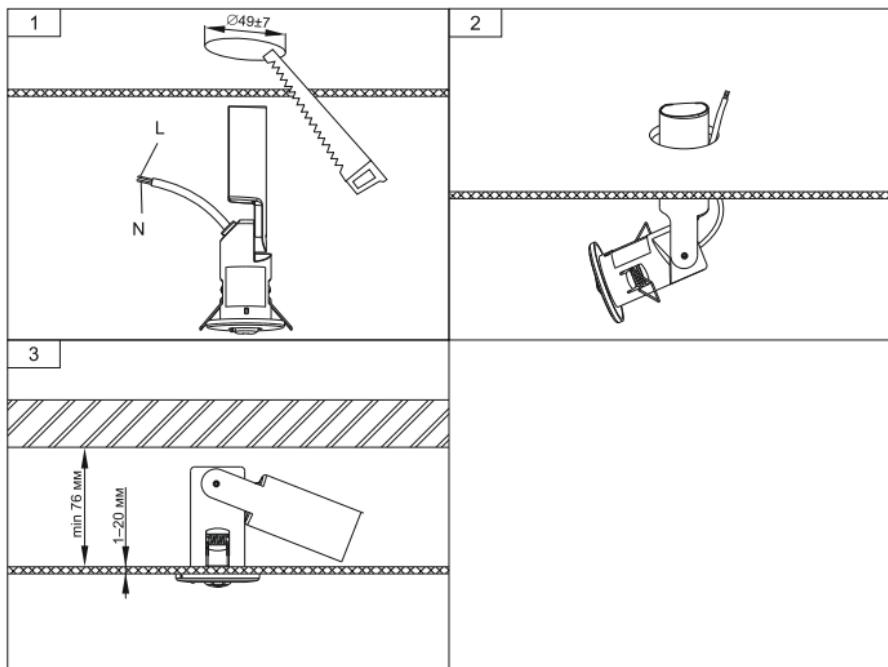
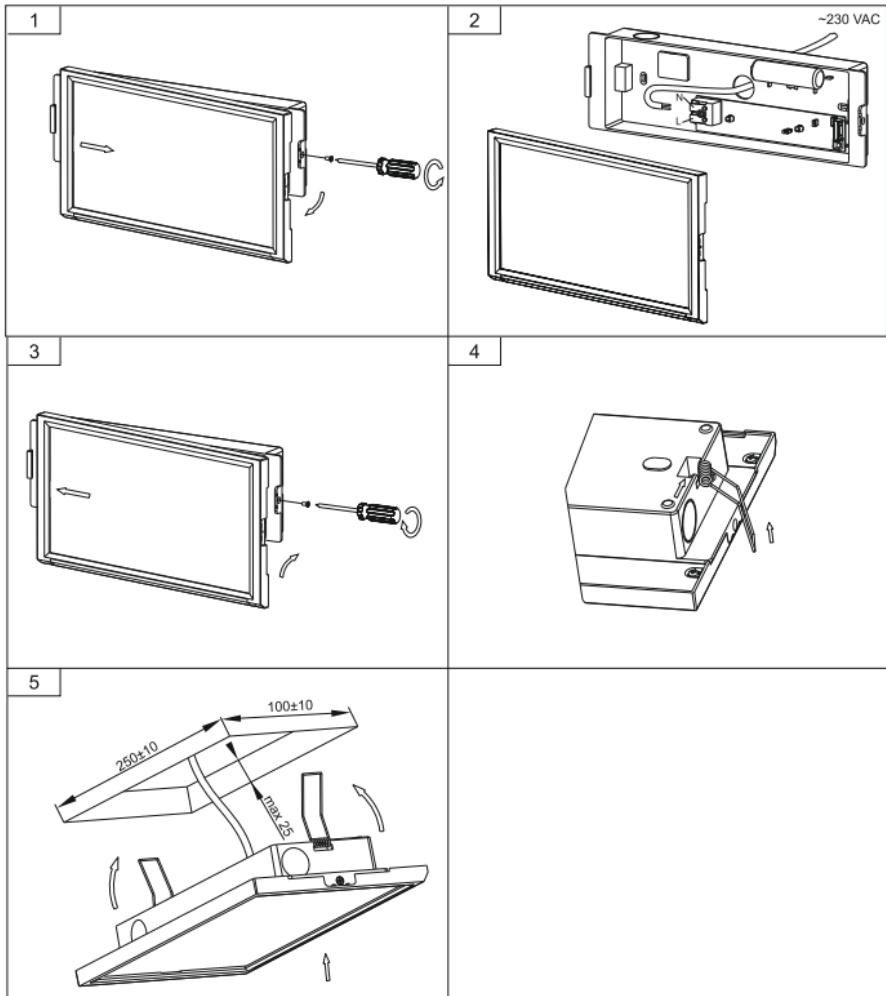

Рисунок 4 – Монтаж ДПА 060
Рисунок 5 – Монтаж ДПА 3000
4.4.2 Для монтажа и подключения светильника ДПА 060 к сети 230 В~ необходимо (рисунок 4):
– подключить сетевой кабель, выведенный из корпуса светильника, к питающей сети согласно цветовой маркировке: коричневый проводник (L) – к фазному проводнику сети, синий проводник (N) – к нейтральному проводнику сети;
4.4.3 Для монтажа и подключения светильника ДПА 3000 к сети 230 В~ необходимо (рисунок 5):
5.3 Замену аккумуляторной батареи ДПА 060 производить следующим образом (рисунок 5):